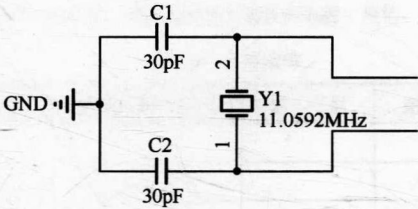

图 1-4 时钟电路
(4) 在原理图中找到时钟电路部分，如图 1-4 所示，并对照 PCB 图和 PCB 板，并将检测好的元器件插到相应的位置上，检查无误后，利用电烙铁进行焊接。